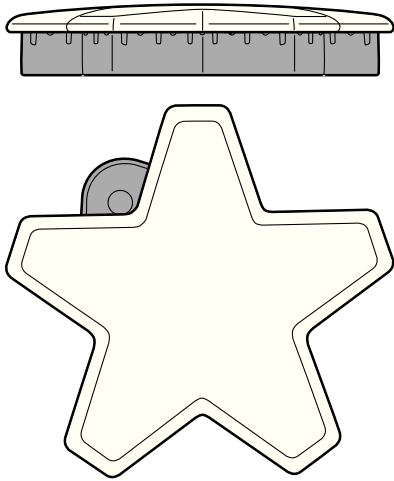
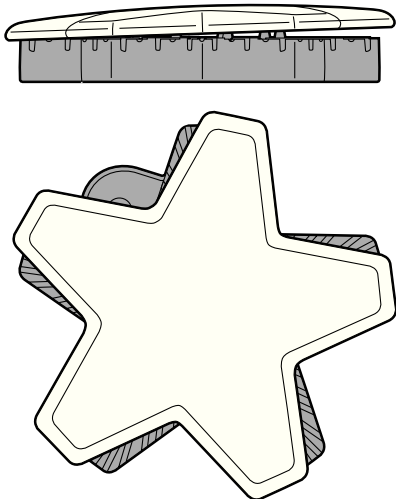

Figura 15: Tapa de quemador colocado correctamente
Figura 16: Tapa de quemador colocado incorrectamente
- Compruebe cada quemador para asegurarse de que no hay espacio entre la tapa y la base del quemador. Vea las *Figura 15* y *Figura 16* para ejemplos de tapa de quemador instalada correcta e incorrectamente.
- Puede intentar mover con cuidado las tapas de los quemadores lateralmente para asegurarse que están colocadas correctamente en su base. Cuando es el caso, las tapas están rectas en la base y cubren completamente la base del quemador en forma de estrella al mirarlas desde arriba, como se muestra en la *Figura 15*.
Cada quemador STAR® tiene su propio encendedor electrónico que echa chispas cuando se activa la perilla. Los quemadores deben encenderse en 4 segundos o menos. Si un quemador no se enciende, asegúrese de que la tapa esté colocada correctamente sobre la base (vea las *Figura 15*).